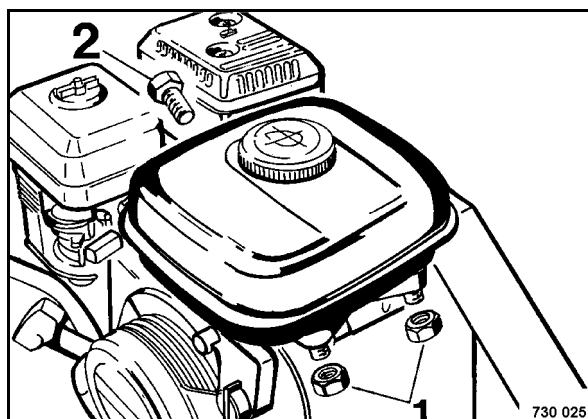

рис. 62
- Снять топливный бак. Для этого открутить шестигранные гайки (1) (рис. 62) и вывинтить винт с шестигранной головкой (2).